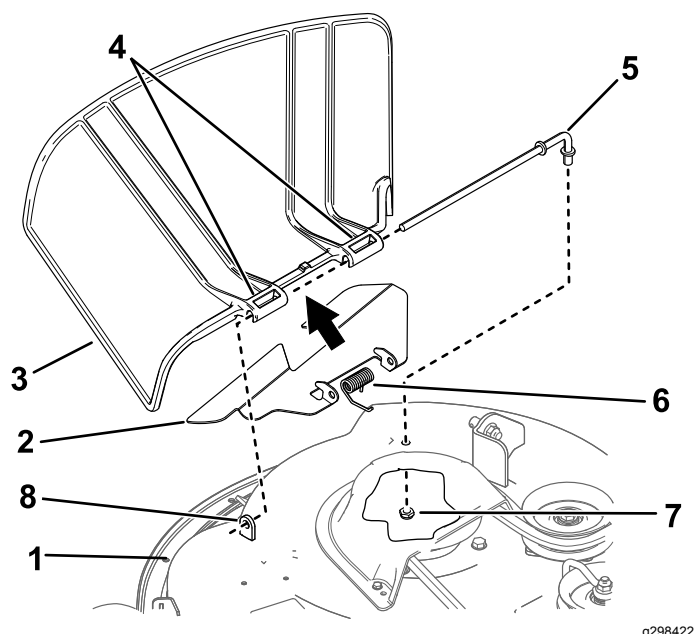

Figura 71
1. Togliete il dado ($\frac{3}{8}$ ") dall'asta sottostante il tosaerba (Figura 71).
2. Estraiete l'asta dal distanziatore corto, dalla molla, dal deflettore e dal deflettore dell'erba (Figura 71).
4. Montate il nuovo deflettore dell'erba e il deflettore (Figura 71).
7. Fate scorrere l'asta attraverso la seconda staffa del deflettore e del deflettore dell'erba (Figura 71).
9. Fissate l'estremità posteriore dell'asta nel tosaerba con un dado ($\frac{3}{8}$ "), come mostrato in (Figura 71).